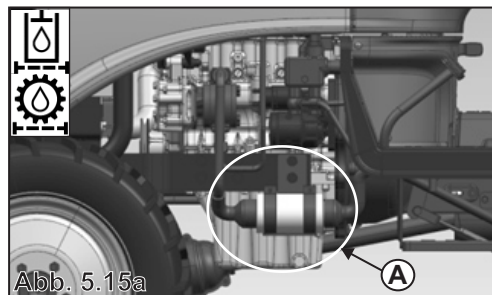

Abb. 5.15a
5.15.1 Reinigung des Saugkorbs (A), Abb. 5.15a (Option in Modell 26)